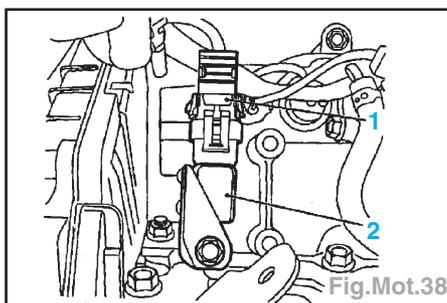

Fig.Mot.38
- le tuyau d'huile de fuite (1) en dévissant la vis creuse (3) et la vis (2) (Fig.Mot.38),